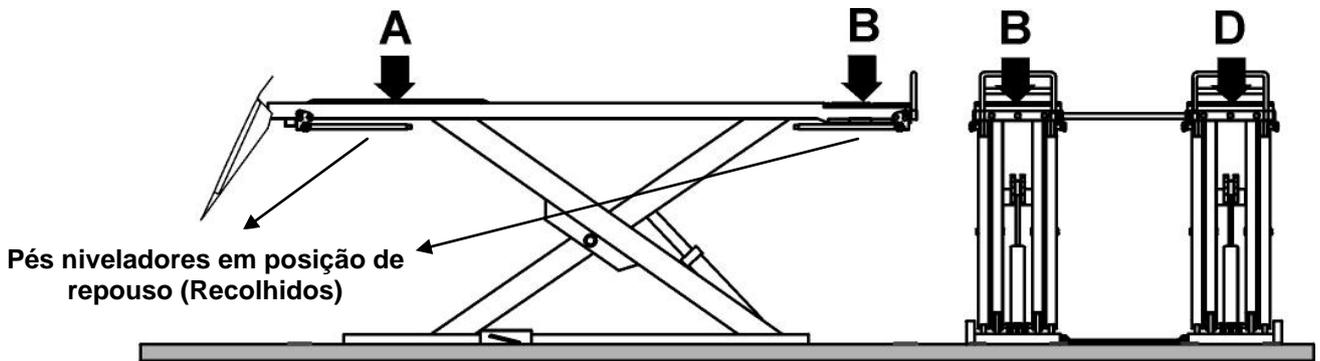

FIGURA 7a
7. Utilizando uma furadeira de impacto e uma broca para concreto $\varnothing 3/4"$, faça os furos no piso guiando-se pelos seis furos de cada base. Certifique-se de que a broca utilizada esteja em boas condições. Consulte a figura 7a;